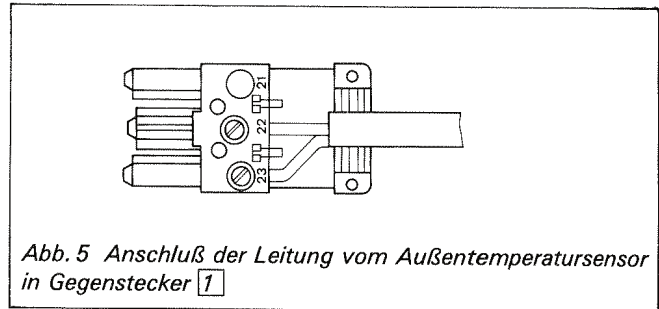

Abb. 5 Anschluß der Leitung vom Außentempersensor in Gegenstecker 1
1. Anschlußleitung vom Außentempersensor (2-adrig) in Gegenstecker 1 entsprechend Abb. 5 anschließen. Die Adern sind vertauschbar.